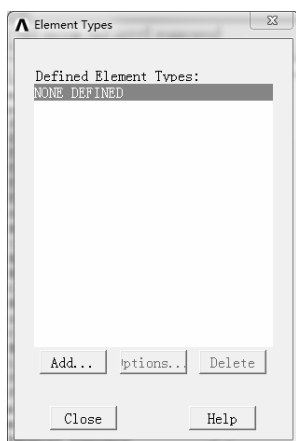

图 7-73 “Element Types”对话框
1) 选择“Main Menu>Preprocessor>Element Type>Add/Edit/Delete”命令，弹出“Element Types”对话框，如图 7-73 所示。